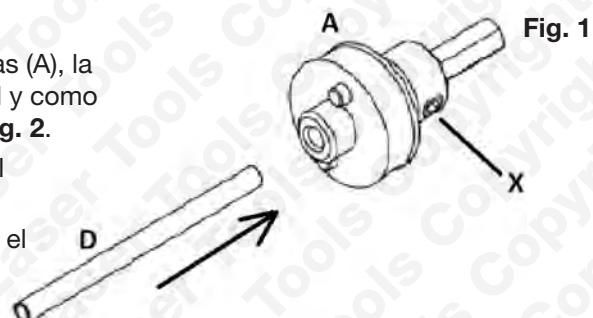
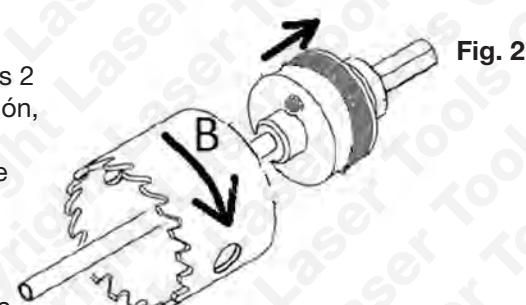

Fig. 1
Fig. 2
- Monte el eje portaherramientas (A), la cuchilla (B) y el eje guía (D) tal y como se muestra en la Fig. 1 y la Fig. 2.
- Acople la cuchilla (B); para ello, eche hacia atrás el collar del eje portaherramientas de modo que las 2 clavijas se retraigan y, a continuación, dé vueltas a la cuchilla en el eje portaherramientas hasta que llegue hasta el final.
- Suelte las clavijas y gire la cuchilla lentamente en sentido contrario al de las agujas del reloj hasta que las clavijas encajen en su sitio. Véase la Fig. 2.